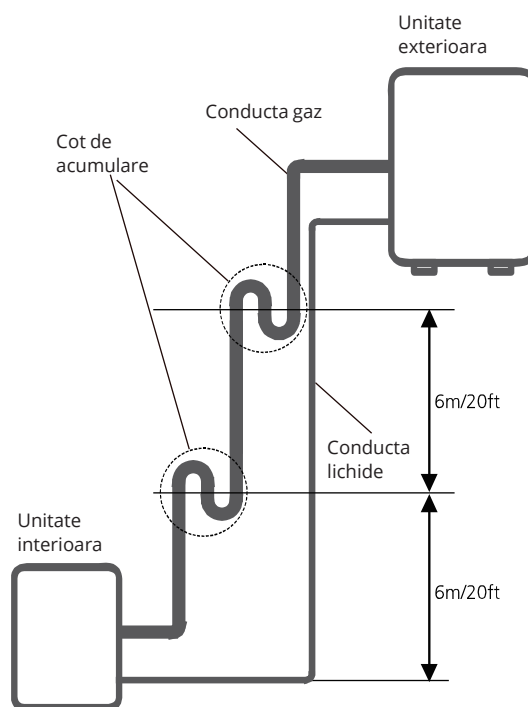

Fig. 7.4
- Se recomandă ca aspiratoarele să nu fie montate invers. Nivelul optim de retur al uleiului trebuie menținut cu ajutorul vitezei de aspirare a gazului. Dacă vitezele scad sub 7.62m/s (1500 picioare/m), returul va scădea. Instalați coturile la fiecare 6m (20 picioare) (Vezi Fig 7.4)